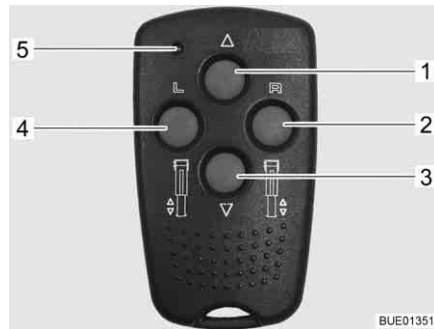

Fig. 34 Télécommande pour vérins stabilisateurs électriques
- Présélection : vérin stabilisateur gauche (Fig. 34,4)
- Présélection : vérin stabilisateur droit (Fig. 34,2)
- Rentrer le vérin stabilisateur (Fig. 34,1)
- Sortir le vérin stabilisateur (Fig. 34,3)
- DEL de contrôle (Fig. 34,5)
La DEL de contrôle (Fig. 34,5) clignote à chaque pression de touche.
- Appuyer sur la touche de présélection d'un vérin stabilisateur (Fig. 34,2 ou 4) pendant env. 1 seconde.
- Appuyer dans les 2 secondes sur la touche "Sortir le vérin stabilisateur" (Fig. 34,3) et la maintenir pressée jusqu'à ce que le pied d'appui (Fig. 36,4) repose sur le sol.
- Appuyer dans les 2 secondes sur la touche "Rentrer le vérin stabilisateur" (Fig. 34,1) et la maintenir pressée jusqu'à ce que le pied d'appui (Fig. 36,4) soit entièrement rentré. Un signal de contrôle retentit quand le vérin stabilisateur est entièrement rentré.